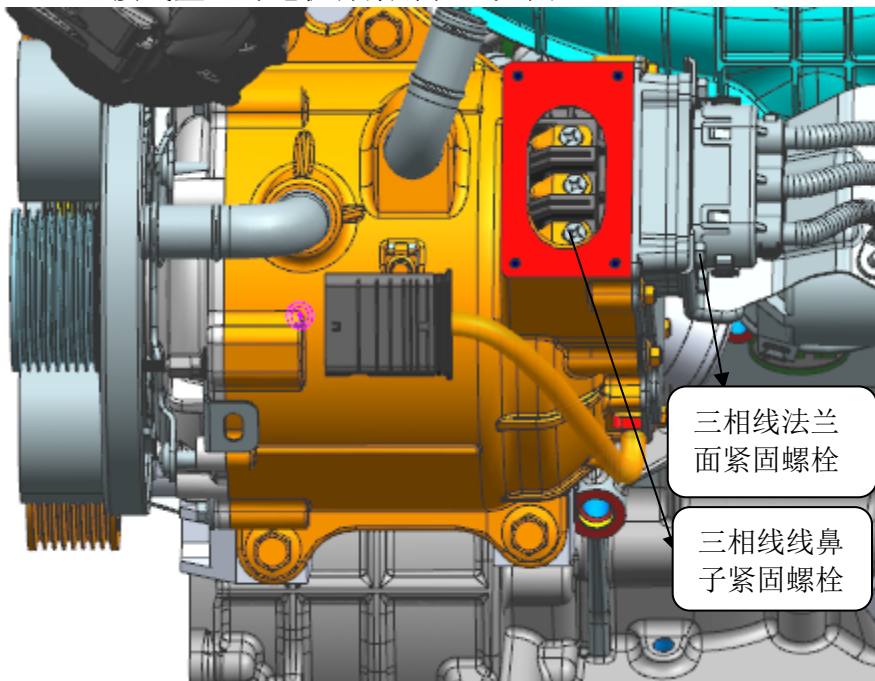
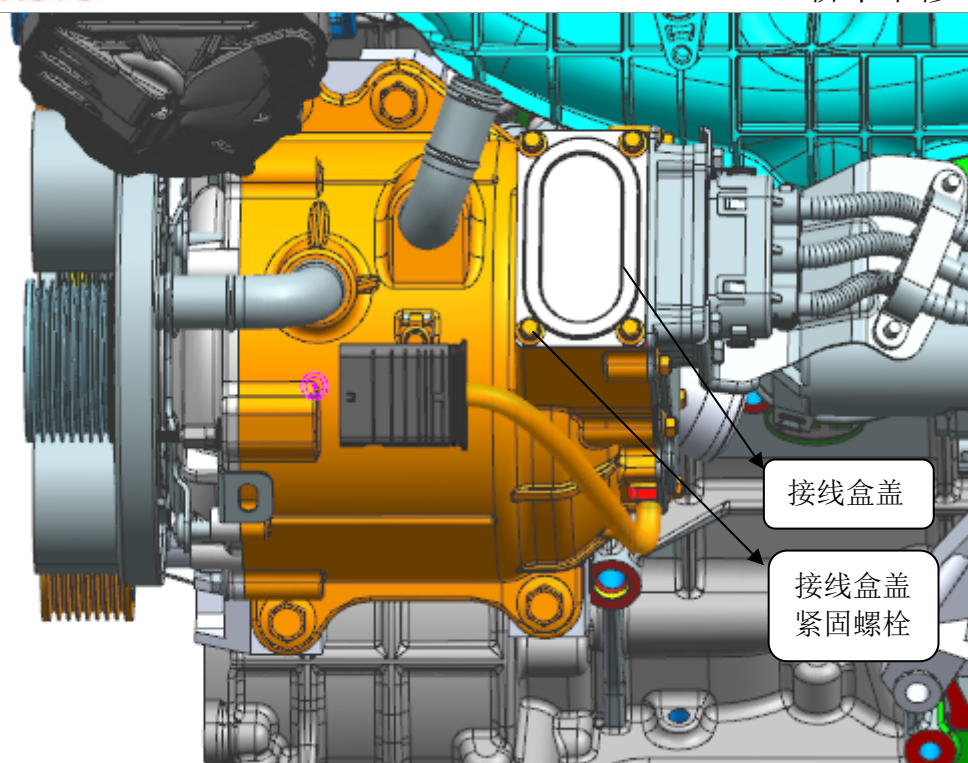

图 3.3
图 3.4
步骤② 安装三相线和低压接插线束，打开接线盒盖和盖板，将线鼻子螺栓拧开。三相线线鼻子与接线座连接，拧紧螺栓，三相线法兰面与电机密封盖螺栓拧紧（如图 3.3），接线盒盖与电机拧紧螺栓（如图 3.4），。